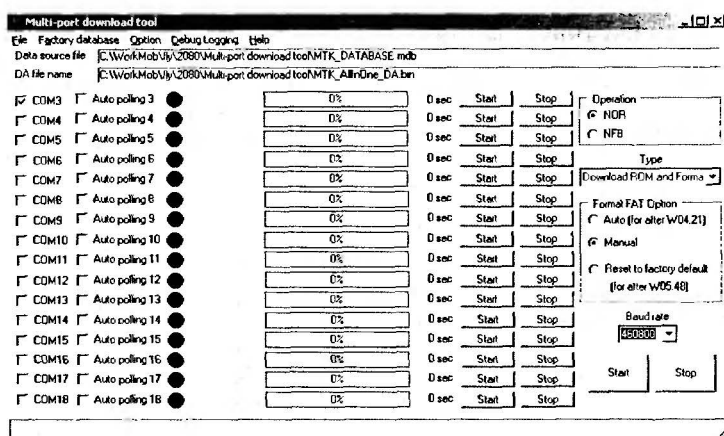

Рис. 2.36. Основное диалоговое окно Multi-port Download Tool
Для программного ремонта данного телефона используют программу Multi-port Download Tool (рис. 2.36). Данная программа позволяет одновременно программировать несколько телефонов, подключенных к разным COM-портам компьютера. Назначение контактов интерфейсного разъема телефона приведено в табл. 2.9.
6. Нажимают кнопку «Start»: либо общую, находящуюся в нижней части диалогового окна, приведенного на рис. 2.36 (для программирования нескольких телефонов, подключенных ко всем COM-портам, отмеченным флажками), либо находящуюся напротив наименования используемого COM-порта (для работы только с этим конкретным портом);